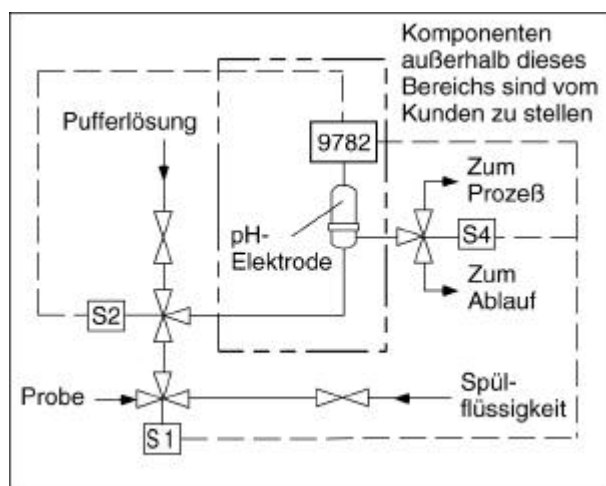
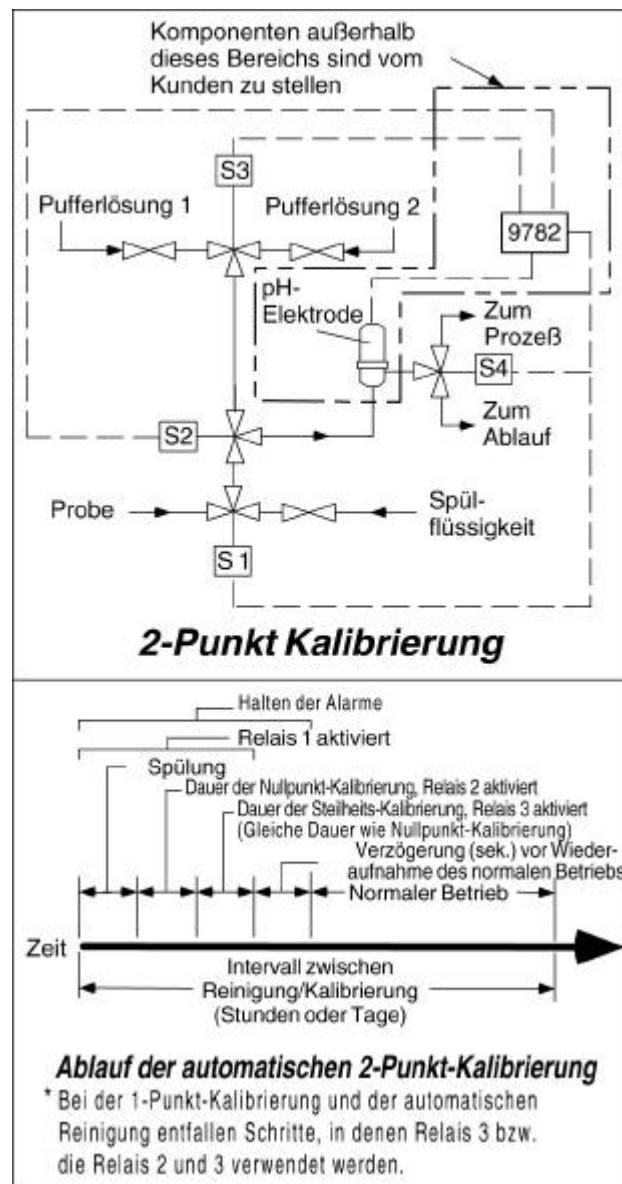

Abbildung 7-2 Reinigung und 1-Punkt-Kalibrierung
Abbildung 7-3 Ablauf der automatischen 2-Punkt-Kalibrierung
- 2 Als Vorbereitung zur Kalibrierung aktiviert Relais 1 das 3-Wege-Ventil S1 (s. Abbildung 7-2) um Spüllösung für die konfigurierte Reinigungsdauer (1 bis 1999 Sekunden) an die Elektroden zu leiten. Wenn die normale Probe bei der Messung wieder in den Prozeß zurückgeleitet wird, größere Mengen der Spüllösung jedoch nicht in den Prozeß eingeleitet werden dürfen, installieren Sie das zusätzliche 3-Wege-Ventil S4. Es wird gleichzeitig mit S1 aktiviert und leitet die Spüllösung in den Ablauf.
Installieren Sie die in Abbildung 7-2 und Abbildung 7-3 gezeigten Ventile und Rohrleitungen. Achten Sie bei der Auswahl der Materialien und Komponenten auf die chemische Beständigkeit gegenüber den Prozeß- und Puffermedien bei den zu erwartenden Temperaturen. Vergewissern Sie sich, daß Ventile und Fittings ausreichend druckfest sind, um die beim Absperren des Prozeßzulaufs entstehende Druckspitzen aufzunehmen.